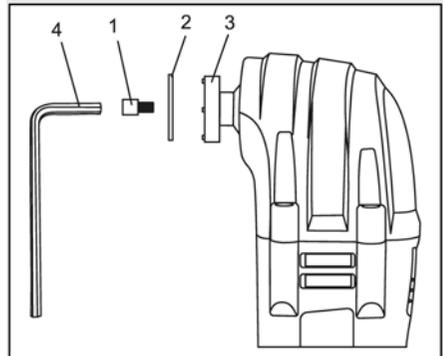

Рис.1
Открутите винт (2, Рис.1) при помощи шестигранного ключа 5мм (3, Рис.1).
- Снимите винт и шайбу (2, Рис.1).
**ПРИМЕЧАНИЕ.** Для насадок с «открытым» посадочным хвостовиком (Рис.1а) целиком выкручивать винт необязательно. Насадку можно вставить между шайбой и патроном инструмента.
Рис.1а
Рис.1б